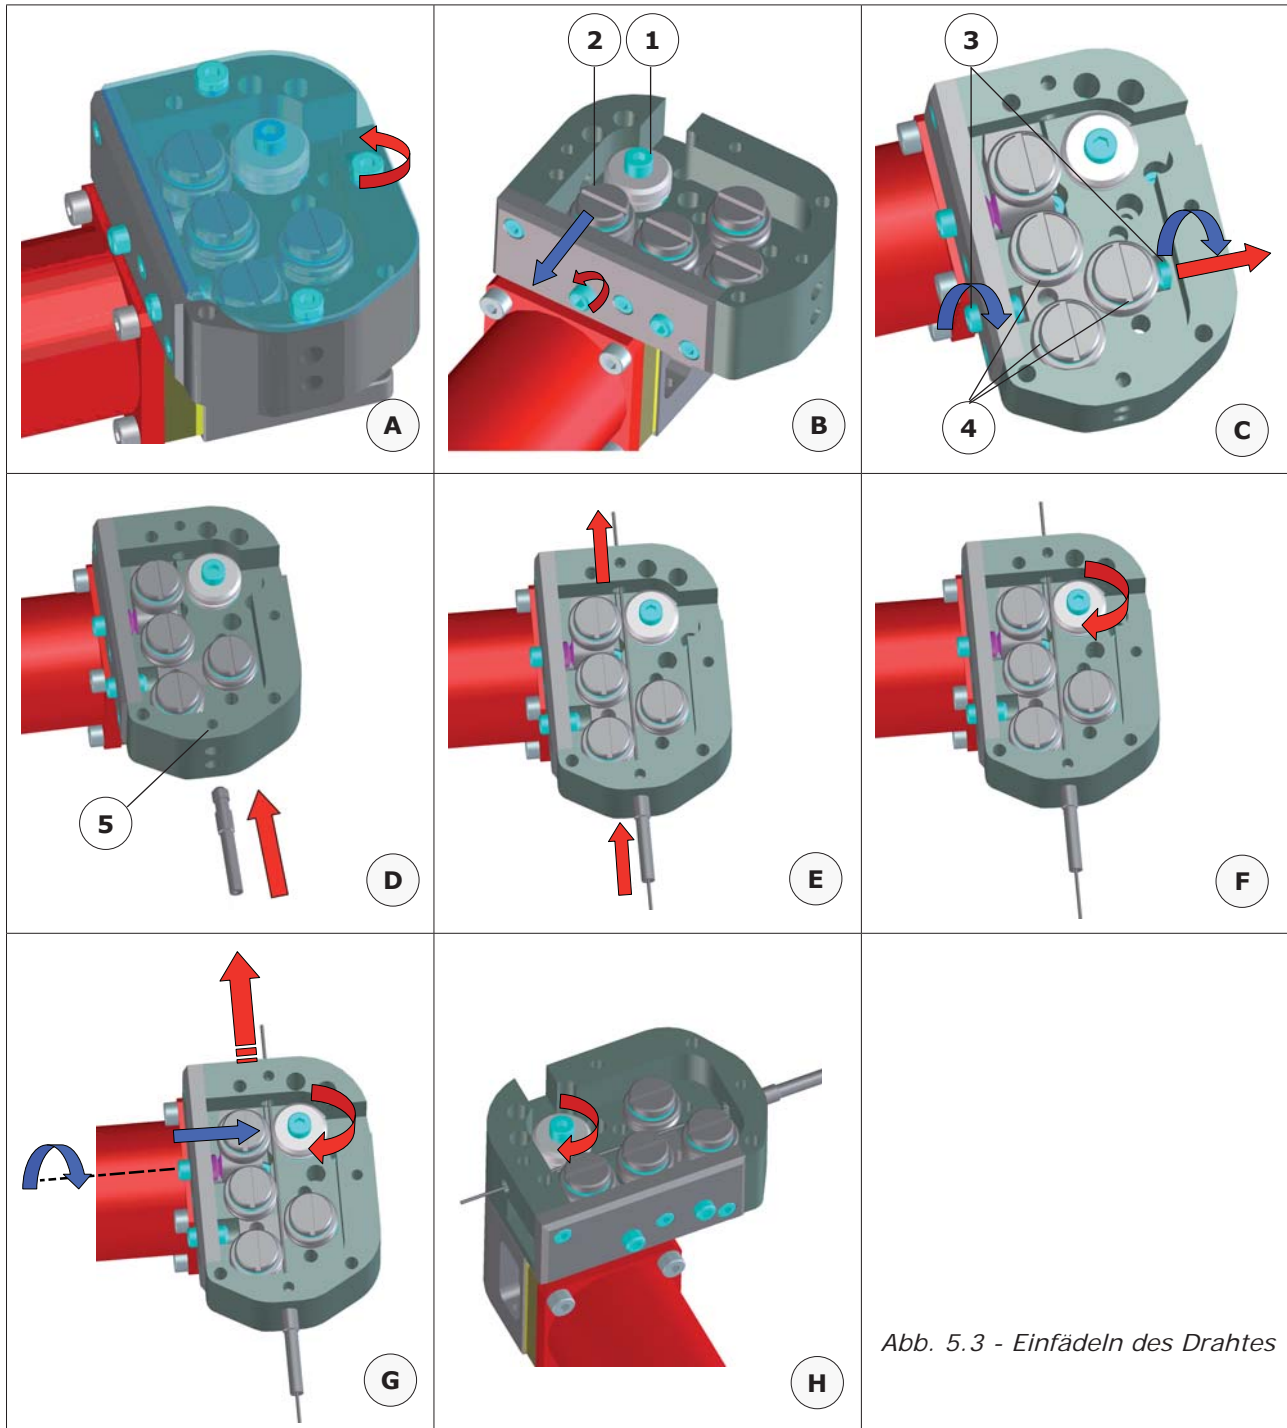

Abb. 5.3 - Einfädeln des Drahtes
- Die Zylinderschraube mit Innensechskant M3 lösen und die Abdeckung entfernen (Abb. 5.3 - Ansicht A).
- Die Einstellschraube für den Anpressdruck der Antriebsrolle des Drahtvorschubs lockern, um die Anpressrolle (Abb. 5.3 - Index 2) von der Antriebsrolle (Abb. 5.3 - Index 1) zu lösen.
- Die eine oder die andere Einstellschraube (Abb. 5.3 - Index 3) des Richtwerkes (Abb. 5.3 - Index 4) lösen oder festziehen, um die Richtrollen voneinander zu lösen (Abb. 5.3 - Ansicht C).
- Den Drahtführungsschlauch (Abb. 5.3 - Ansicht D) von der der Drahtspule zugewandten Seite in das Drahtfördergetriebe einführen und mit der Schraube (Abb. 5.3 - Index 5) befestigen.
- Den Draht von der der Drahtspule zugewandten Seite in den Drahtführungsschlauch einführen (Abb. 5.3 - Ansicht E).
- Die Drahtvorschubrollen in Drehung versetzen (Abb. 5.3 - Ansicht F).
- Die Einstellschraube für den Anpressdruck der Antriebsrolle des Drahtvorschubs eindrehen, bis diese fasst, dann noch um 1/4 Drehung (max. 3/4 Drehung) weiterdrehen (Abb. 5.3 - Ansicht G).
- Die Abdeckung aufsetzen und mit der Zylinderschraube mit Innensechskant M3 (Abb. 5.3 - Ansicht A) befestigen.